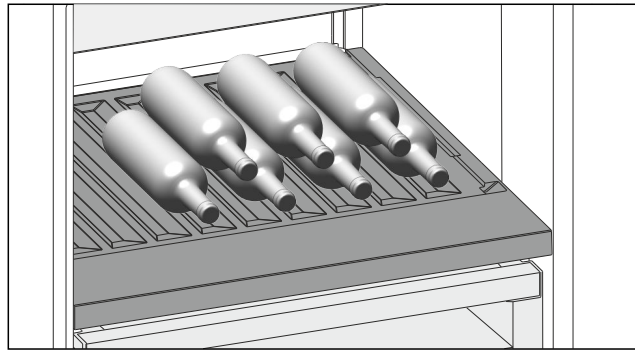

Fig. 111
- Flaschen mit dem Boden nach hinten zur Rückwand einlegen. (siehe Fig. 111)